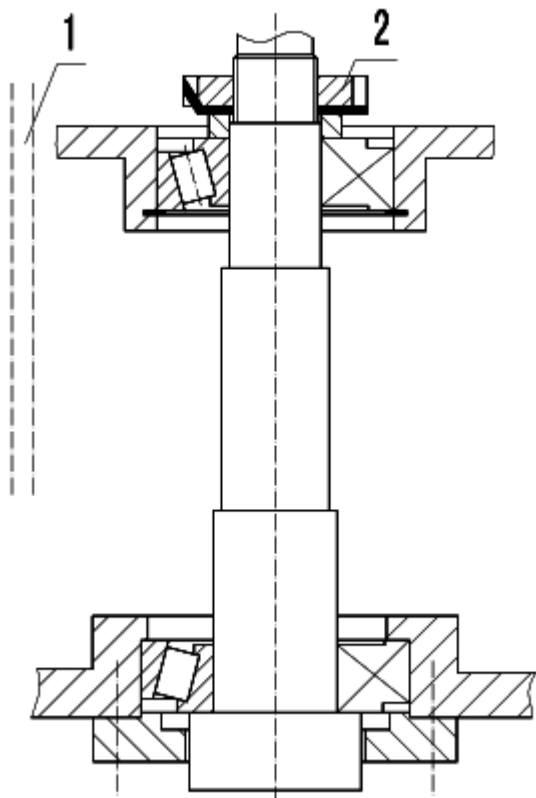

Рис.16
Люфт подшипников шпинделя был отрегулирован до отгрузки станка с завода. Долговременное использование станка вызывает естественный износ подшипников шпинделя и увеличение люфта. Попросите специалиста отрегулировать его. Сначала снимите крышку (1, рис.16) с правой стороны колонны. Прежде всего, отогните зубья плоской стопорной шайбы под круглой гайкой, отрегулируйте круглую гайку (2), сделайте надлежащий люфт шпинделя, затем загните зубья стопорной шайбы, установите крышку (1).